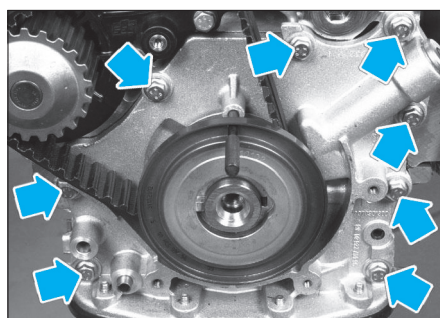

FIG. 36
- les huit vis de la pompe à huile en bout de vilebrequin (Fig.36),